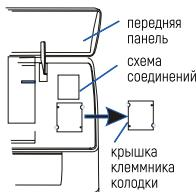

рис. 7
- Снимите крышку, как показано на рисунке (Рис. 7) (отвинтив винт или сломав крючки).